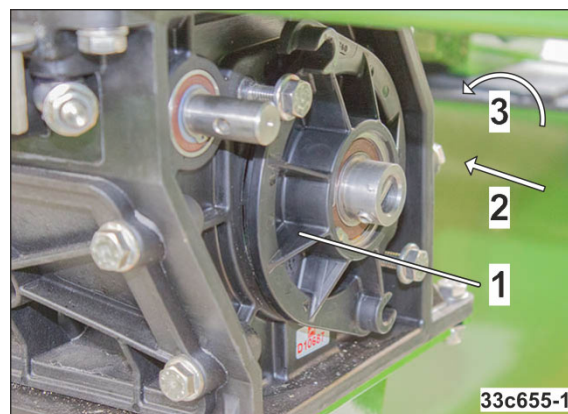

Fig. 270
5. Închideți capacul carcasei (Fig. 270/1).